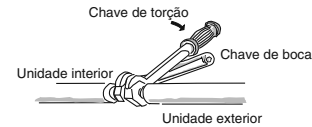

Fig. 5-6
- (1) Ligue firmemente a tubagem do refrigerante do lado interior estendida desde a parede com a tubagem do lado exterior.
- (2) Para apertar as porcas afuniladas, aplique o esforço de torção (Fig. 5-6).
- Quando retirar as porcas afuniladas das ligações da tubagem, ou quando apertá-las depois de ligar a tubagem, certifique-se de utilizar 2 chaves ajustáveis ou chaves de boca. (Fig. 5-6)